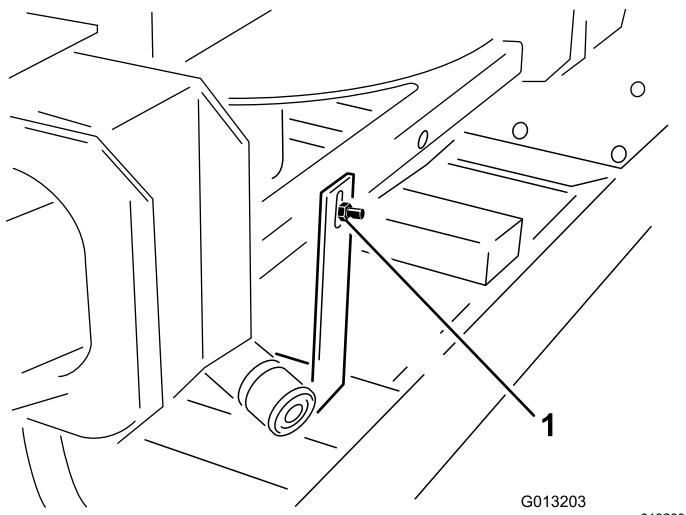

図3
2. 出荷用の吊り上げブラケットをツインスピナーに固定しているボルトとナットツインスピナーの後部についているを外す図3。